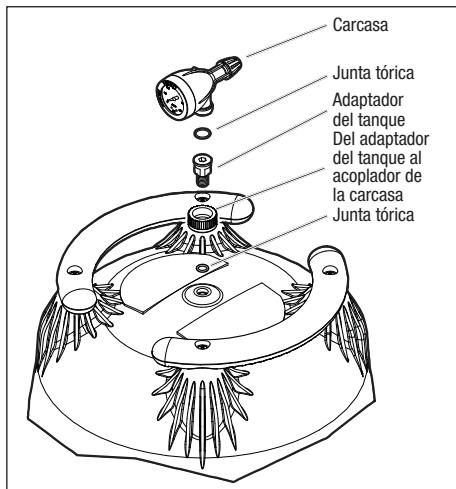

Figura 5. Manómetro/conjunto de alivio de presión
- a. Coloque la junta tórica más pequeña y gruesa en las roscas del adaptador del tanque (consulte la Figura 5). Deslice el adaptador del tanque a través de la tuerca de acoplamiento hacia el interior del tanque del filtro. Use las arandelas planas del adaptador del tanque para apretar. No apriete en exceso.
9. Brinde apoyo a los tubos de entrada/salida de manera independiente para evitar tensiones indebidas en la válvula desviadora de dos (2) o tres (3) puertos del filtro.